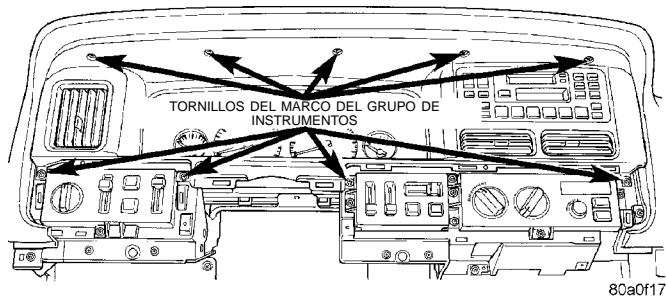

Fig. 2 Desmontaje/instalación de los tornillos del marco del grupo de instrumentos
(1) Desconecte y aisle el cable negativo de la batería.
(2) Con una varilla tapizada u otra herramienta de hoja plana y ancha adecuada, haga palanca suavemente alrededor de los bordes de los marcos de la cápsula de conmutadores del tablero de instrumentos y retire ambos marcos.
(3) Retire los diez tornillos que sujetan el marco del grupo de instrumentos al tablero de instrumentos (Fig. 2).